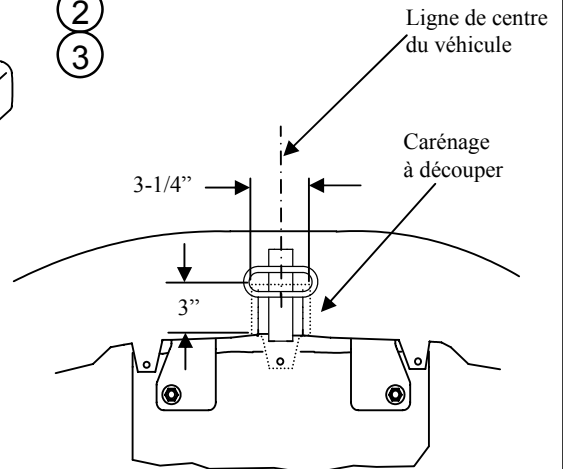

Figure 2
①	Qté (4)	Boulon de carrosserie 1/2-13 x 4.50 Gr2	⑤	Qté (2)	Bloc-espaceur, 1/4 x 2 x 2
②	Qté (2)	Plaque supérieure, 2.00 x 4.50 (orif. carré)	⑥	Qté (2)	Rondelle conique dentée, 1/2
③	Qté (4)	Contre-écrou à embase, 1/2-13	⑦	Qté (2)	Écrou hexagonal, 1/2-13
④	Qté (2)	Boulon de carrosserie 1/2-13 x 1.75 Gr5
1. Ôter les trois (3) vis qui fixent le carénage de pare-chocs en plastique au bas de la tôle du coffre.
3. Enlever les deux (2) bouchons de drainage en plastique les plus à l'arrière du bas de la tôle du coffre.
4. Découper une encoche dans la partie inférieure du carénage en plastique en la centrant par rapport au véhicule, environ 3-1/4 po de large x 3 po de profond, comme illustré à la figure 2.